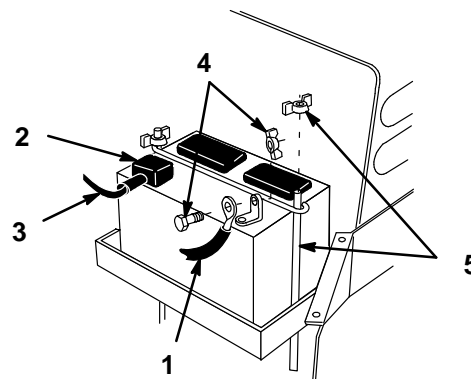

Figure 37
4. Déconnecter le fil négatif (noir) de mise à la masse de la borne négative de la batterie (Fig. 37).
5. Soulever le capuchon de caoutchouc de la borne positive de la batterie, et déconnecter le câble positif (rouge) de la borne de batterie (Fig. 37).
6. Retirer la bride de la batterie (Fig. 37).
3. Connecter le fil positif (rouge) à la borne positive (+) de la batterie à l'aide du boulon et de l'écrou papillon (Fig. 37). Glisser le capuchon de caoutchouc sur la borne de la batterie.
4. Fixer la cosse du câble négatif (noir) à la borne négative (-) de la batterie à l'aide du boulon et de l'écrou papillon (Fig. 37).